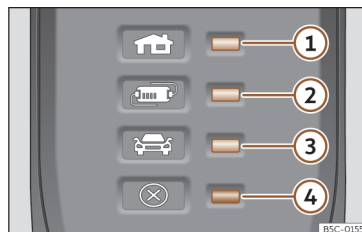

Fig. 62 No cabo de carregamento para tomadas de corrente: Luzes de controlo do dispositivo de proteção.
>>> **Fig. 62:**
>>> Fig. 62 faz com que o conector de carregamento permaneça sem corrente até se ligar na tomada de carregamento do veículo.
Uma ou várias luzes de controlo >>> Fig. 62 ①, ② ou ③ acendem a verde.
Indicação >>> Fig. 62	Significado
①, ④ piscam	O conector para a habitação aqueceu muito.
②, ④ piscam	O dispositivo de proteção foi aquecido muito.
Se o processo de carregamento continuar com uma corrente inferior, além do indicador de funcionamento, pisca a luz de advertência >>> Fig. 62 ④ a vermelho.
- Se voltar a ocorrer um desligamento ou redução da corrente de carregamento e a causa não parece ser a exposição a uma fonte de calor externa, observe que luz de controlo verde pisca >>> Fig. 62. Para a verificação do cabo de carregamento, dirija-se a um concessionário especializado CUPRA ou a qualquer concessionário da rede SEAT. Para a verificação da ligação da infraestrutura, dirija-se a um estabelecimento especializado em instalações elétricas.
Se a luz de advertência ④ vermelha pisca ou acender sem que se acenda por sua vez de forma permanente uma luz de controlo >>> Fig. 62 ①, ② ou ③ o indicador de funcionamento, há uma avaria.